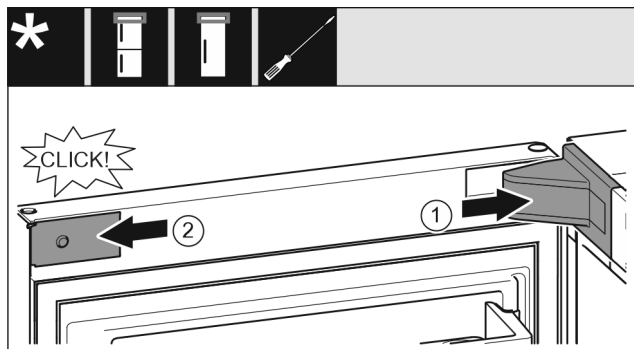

Fig. 24
- ▶ 放上并插入托架盖 Fig. 24 (1)，如有必要小心地按压分开。
- ▶ 将隔板 Fig. 24 (2)放置到侧面并插入。